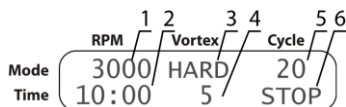

Рисунок 4. СМС-алгоритм
- **СМС-алгоритм.** Установите скорость (рис. 4/1) и время (рис. 4/2) центрифугирования. Установите интенсивность (рис. 4/3) и время (рис. 4/4), вортексирования. Установите количество циклов СМС-алгоритма (рис. 4/5).
5.2.5. После завершения установленного числа циклов, прибор останавливается, дисплей показывает мигающую индикацию STOP (рис. 4/6), сопровождаемую звуковым сигналом. Нажмите кнопку **Run/Stop** чтобы остановить сигнал. Модель **MSC-6000** разблокирует крышку после остановки ротора. Откройте крышку и извлеките пробирки.